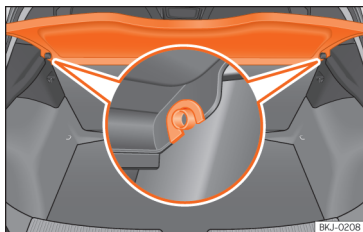

Abb. 112 Im Gepäckraum: Gepäckraumabdeckung aus- und einbauen.
- Drücken Sie die Abdeckung aus den Seitenhalterungen »» Abb. 112 aus, indem Sie diese nach oben ziehen und herausnehmen.
- Führen Sie die Abdeckung horizontal ein, so dass das „Hufeisen“ über den Achsen der Halter »» Abb. 112 liegt und drücken Sie die Abdeckung nach unten, bis sie einrastet.